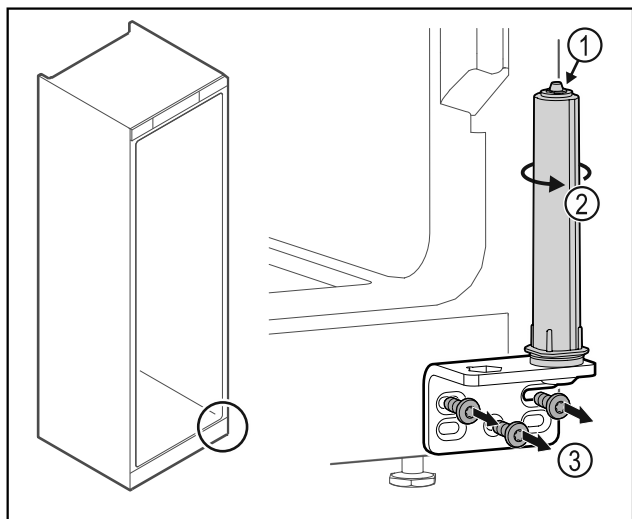

Fig. 18
- Du må ikke adskille dørlukkesystemet Fig. 18 (1).
- Drej lukkesystemet Fig. 18 (2), indtil det klikker.
- Skru hængselvinklen Fig. 18 (3) af.